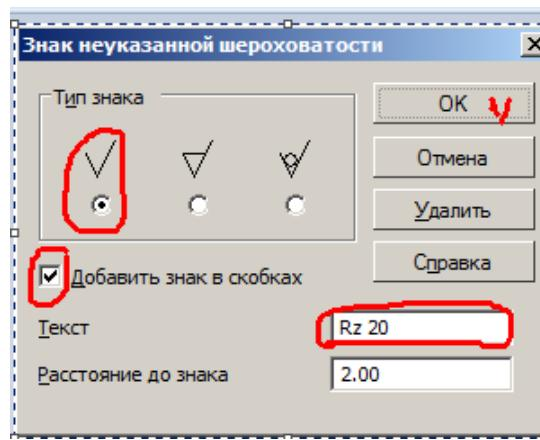

Рис. 40. Диалоговое окно **Знак неуказанной шероховатости**
– щёлкните во всплывающем меню по пункту **Ввод**. Появится диалоговое окно **Знак неуказанной шероховатости** (рис. 40);